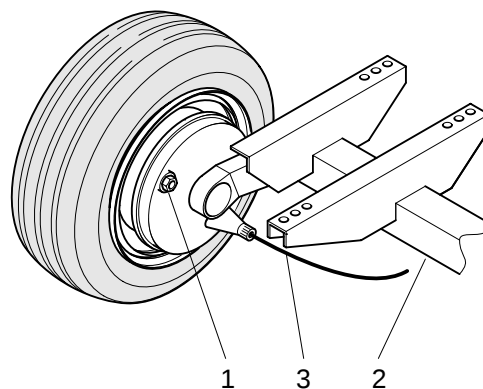

Fig. 5.5 Wielgeheel
3. Terwijl u het wiel vooruit duwt, draait u de regelmoer van de rem (Fig. 5.5,1) in wijzerzin tot de remschoen de trommel blokkeert.